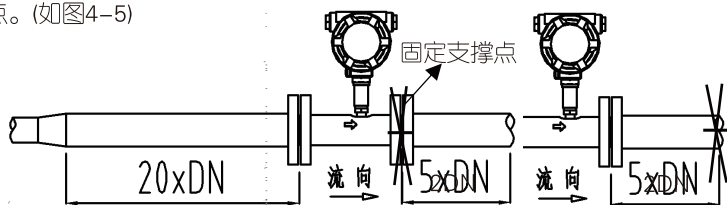

图4-5 安装管路形式示意图
9. 流量计应尽量避免安装在架空较长的管道上，由于管道的下垂容易造成流量计与法兰间的密封泄漏。若必须安装时，须在流量计的上下游2DN处分别设置管道支撑点。(如图4-5)